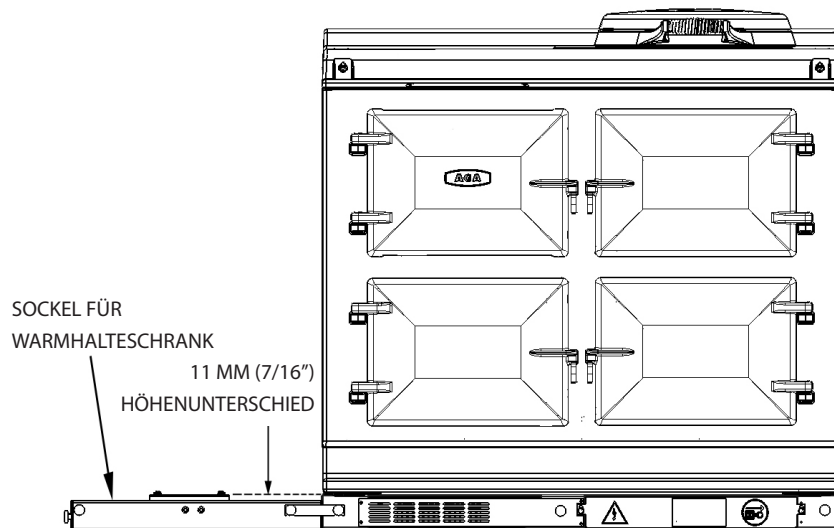

Abb.5.3
2. Stellen Sie den Sockel neben dem AGA eR7i auf. Zwischen den beiden Sockeln darf keine Lücke mehr sein (**Abb. 5.3**).